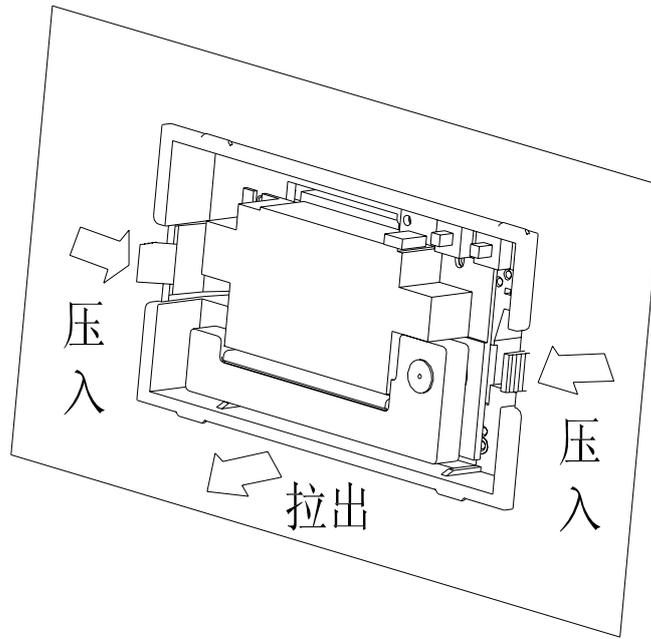

图 2-6
- (2) 从仪器面板上取下整个打印机，请按图 2-6 所示用手指向内夹住打印机的两侧活动舌头，将整个打印机从仪器面板上轻轻取下，注意在取下打印机之前，一定要确认已关掉打印机的电源。